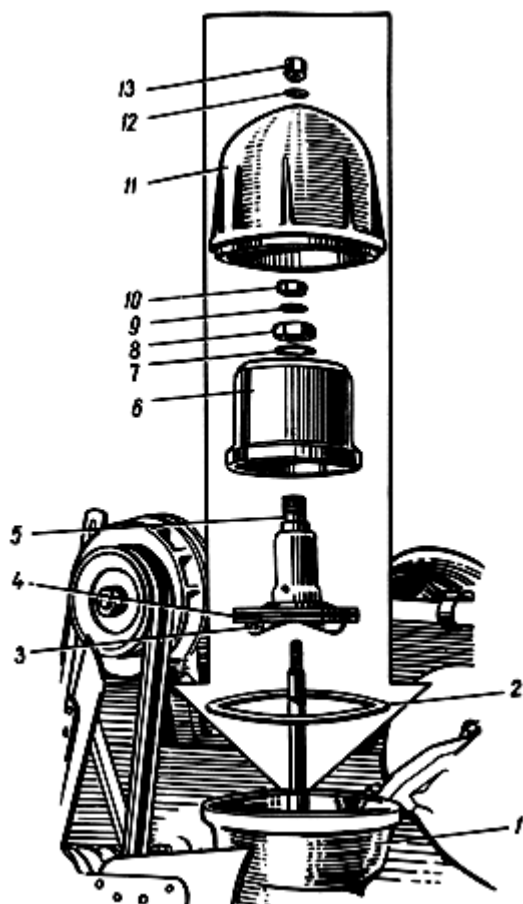

Рис. 4.3. Фильтр центробежной очистки масла:
1. Отвернуть гайку 13 крепления колпака 11 (рис. 4.3) и снять колпак.